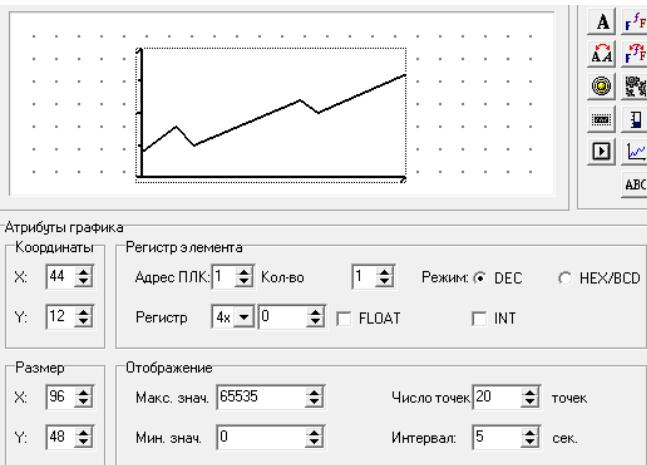

Рис. 4.16. График
- Нажать кнопку . Откроется область задания параметров графика (см. рис. 4.16).
- В группе полей «Размер» отображается величина ширины (X) и высоты (Y) графика, которые могут быть изменены с помощью кнопок со стрелками.